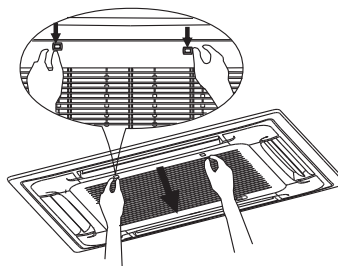

Fig.6-1
- 2 **Saque la rejilla de aire en (junto con el filtro de aire que se muestra en la Fig. 6-1)**
Empuje las pestañas de la rejilla hacia el medio de forma simultánea, como se indica en la Fig. 6-1. A continuación, tire hacia abajo la rejilla de entrada de aire.